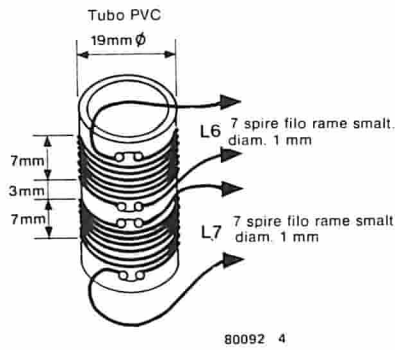
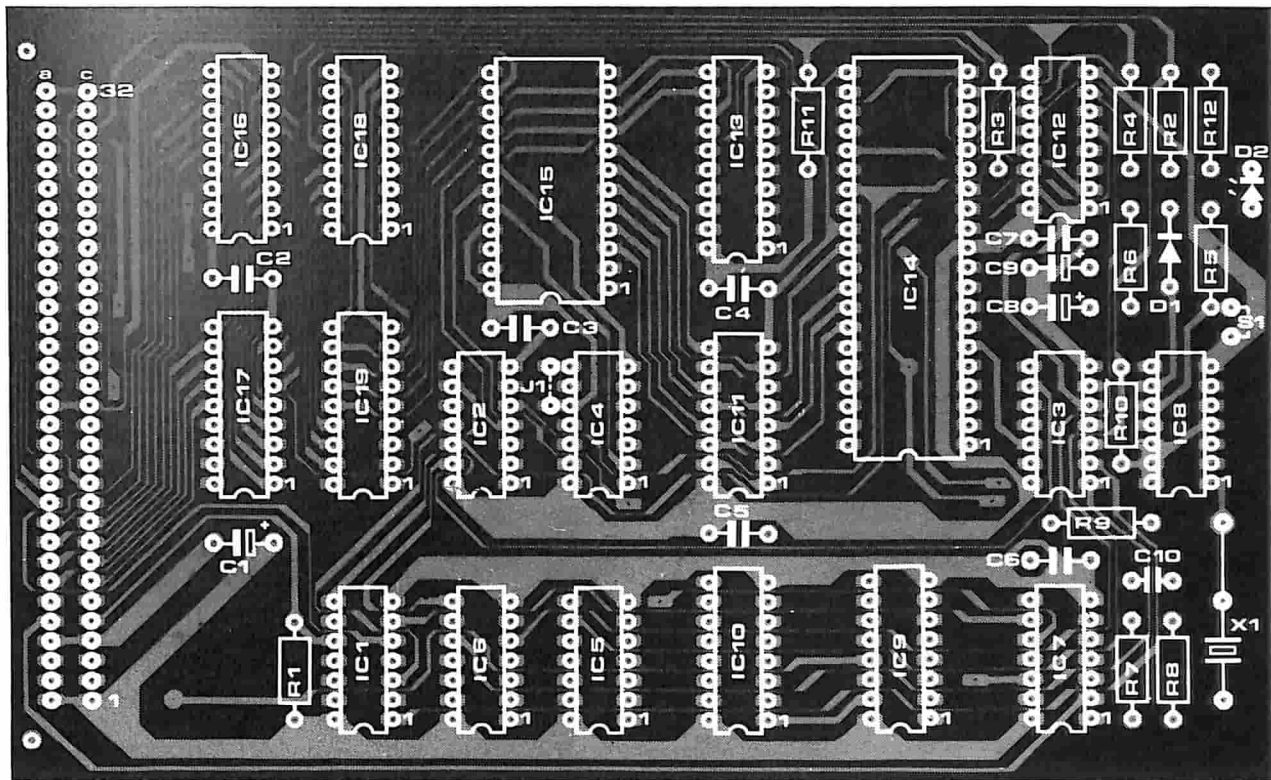

Figura 4. Le bobine L6 ed L7 possono essere avvolte, una a fianco dell'altra, su uno spezzone di tubo in PVC.
Figura 3. Disposizione dei componenti sulla scheda CPU per Z80-A.
Prima di spiegare i circuiti di modifica, ecco una breve nota sul modo di impiegare le antenne accorciate per auto. Esse hanno di solito una lunghezza pari ad $1/4 \lambda$ per la banda di radiodiffusione FM (circa 70 cm). Per quanto questa lunghezza sia troppo scarsa, l'aggiunta di una bobina di carico e di un apposito circuito (figura 3) potrà ancora farla risonare a 27 MHz.
* Vedi figura 4
Figura 3. Schema elettrico del filtro per trasmissione che dà la possibilità di usare contemporaneamente l'autoradio ed il trasmettitore da 27 MHz collegati alla medesima antenna. Se l'antenna fosse del tipo caricato al centro od all'estremità superiore, la sezione in basso dello schema dovrebbe essere sostituita dal circuito modificato che appare in figura 3b.
vi delle altre 5 si possono trovare in figura 3. L6 ed L7 si potranno avvolgere su uno spezzone di tubo in PVC secondo quanto indicato in figura 4.
Per facilitare la costruzione, è stato progettato un circuito stampato, che appare in figura 5. Una volta apprestate le bobine, il filtro potrà essere assemblato in pochi minuti. Per quanto ciò non appaia dalla figura 5, il circuito stampato è del tipo a doppia faccia ramata. Un ponticello servirà a collegare a massa il terminale freddo di L7. In questo modo si potranno apportare le modifiche necessarie per le antenne CLC e TLC (visibili in figura 3b), senza che ci sia bisogno di grosse modifiche al circuito stampato. C6 andrà saldato al posto del ponticello (e diventerà C7) e perciò non funzionerà più come compensatore di taratura di L7. Cortocircuitando mediante ponticelli C4 ed L8, il circuito diverrà uguale allo schema di figura 3b. Un punto importante da tener presente è che le linee tratteggiate che appaiono in figura 3 hanno uno scopo ben preciso. Il funzionamento ottimale del circuito sarà garantito soltanto quando la sezione "radiante" del circuito di modifica dell'antenna sarà schermata rispetto al filtro ad arresto di banda. Ciò si ottiene montando un lamierino metallico di separazione in corrispondenza alla linea tratteggiata. Il collegamento tra il circuito stampato e l'antenna dovrà essere più corto possibile per evitare inutili dissipazioni. Se possibile, il circuito stampato dovrà essere montato proprio sotto l'antenna dell'auto. ■
- Figura 4. 7 spire di filo di rame smaltato diametro 1 mm
Figura 3. Schema elettrico dell'alimentatore di rete e caricabatterie in tampone, da impiegare con un accumulatore ermetico al piombo. Il circuito non è montato sulla basetta del rivelatore di gas.